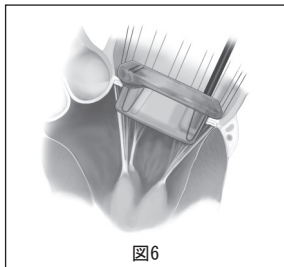

図6
5. レプリカサイザ（モデル1173R）を用いてサイジングを行うときは、サイズの円筒部を患者の弁輪に通過させ、生体弁の縫着輪を模しているサイザの先端部を弁輪の上部に乗せます（図6）。